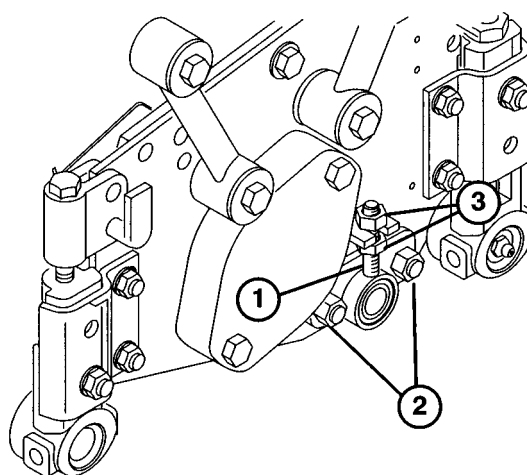

Fig. 4
4. Boltene (2 stk.) på bundknivens justeringsanordning (Fig. 4) løsnes lidt.
5. Justér møtrikkerne for at flytte bundknivens justeringsanordning op eller ned, indtil papiret klemmes sammen langs hele bundknivens overflade, når bundknivens justeringsknap justeres, så den ikke er mere end 2 klik ud over første kontakt med knivcylinderens bundkniv (Fig. 4).